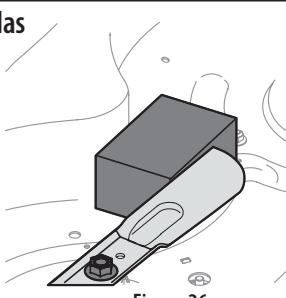

Figura 26
- Coloque un bloque de madera entre el deflecto del alojamiento de la plataforma y la cuchilla de corte para que actúe como estabilizador. Consulte la Figura 26.